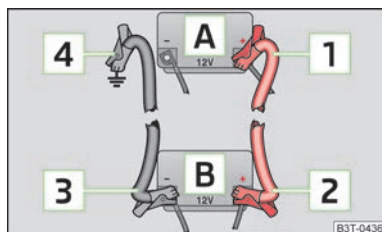

Fig. 138
- Conectar un extremo **1** » fig. 138 al polo positivo de la batería descargada **A**.
- Conectar un extremo **3** » fig. 138 al polo negativo de la batería auxiliar **B**.